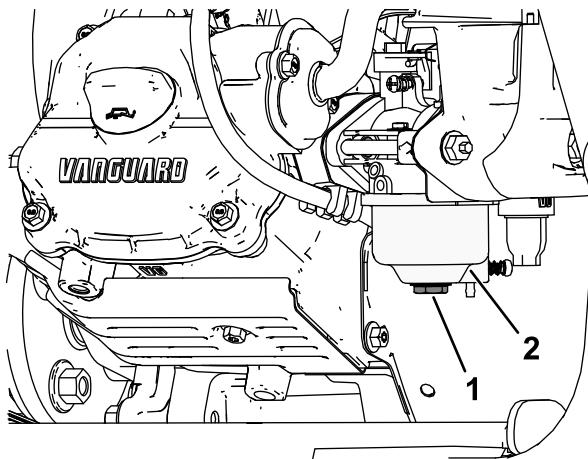

Figura 79
2. Localice el tornillo de retención en la parte inferior de la cuba del carburador (Figura 79).